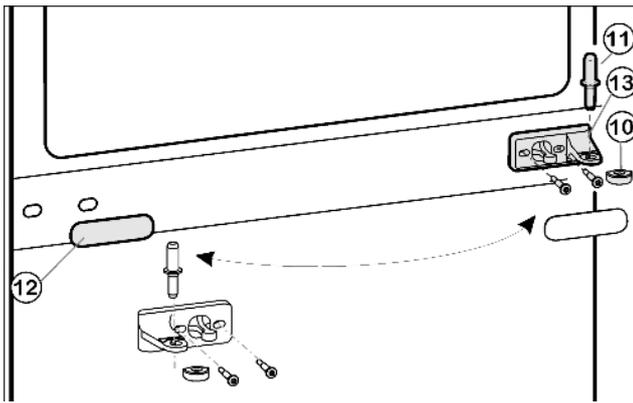
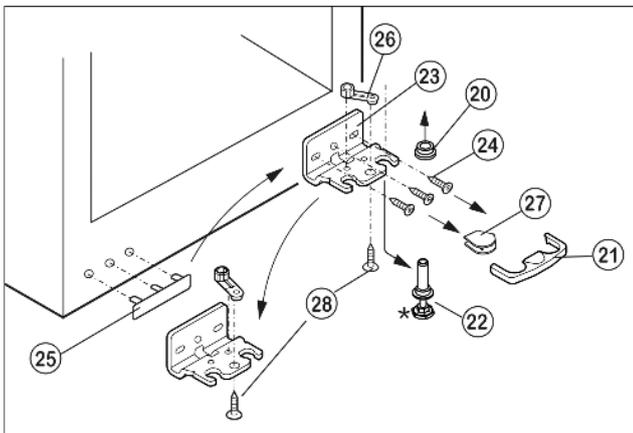

Fig. 5
Fig. 6
- Retirer le pivot d'appui central Fig. 5 (11) de sa charnière et de la porte inférieure.
- Retirer le capuchon en matière plastique Fig. 5 (10).
- Démontez la charnière du milieu Fig. 5 (13).
- ▶ Retirer avec précaution le panneau-cache Fig. 5 (12).
- ▶ Visser le support d'appui du milieu Fig. 5 (13), pivoté à 180°, sur le nouveau côté charnière avec un couple de serrage de 4 Nm.
- ▶ Faire encliqueter le panneau-cache Fig. 5 (12) tourné à 180° du nouveau côté de la poignée.
- ▶ Enlever le dispositif d'arrêt Fig. 6 (21) vers l'avant.
- ▶ Enlever le cache Fig. 6 (27) en bas.*
- ▶ Visser entièrement le pied réglable. Fig. 6 (22)
- ▶ Enlever le pivot Fig. 6 (22) vers le bas et vers l'avant. Ce faisant, respecter la douille de charnière Fig. 6 (20).
- ▶ Dévisser le support d'appui Fig. 6 (23) (3 x Torx 25) Fig. 6 (24).
- ▶ Dévisser l'élément pivotant Fig. 6 (26) (1 x vis Torx 25) Fig. 6 (28) et le replacer dans le logement opposé de la charnière, ensuite le revisser.
- ▶ Soulever le cache Fig. 6 (25) du côté poignée avec précaution et le déplacer.
- ▶ Revisser le support d'appui Fig. 6 (23) sur le nouveau côté charnière en utilisant une visseuse sans fil si nécessaire, avec un couple de serrage de 4 Nm.
- ▶ Mettre le cache Fig. 6 (27) sur le côté opposé.*
- ▶ Le dispositif d'arrêt (21) doit s'enclencher latéralement sur la charnière afin de protéger les pivots d'appui et la porte.
- ▶ Replacer le dispositif d'arrêt (21) sur la charnière.
- ▶ Remettre en place la douille de charnière Fig. 6 (20).
- ▶ Placer la porte supérieure par le haut sur le pivot d'appui inférieur Fig. 6 (22).
- ▶ Remettre le capuchon en plastique Fig. 5 (10) sur la charnière du milieu Fig. 5 (13).
- ▶ Placer le pivot du milieu Fig. 5 (11) sur le nouveau côté charnière à travers la charnière du milieu Fig. 5 (13) dans la porte inférieure.
- ▶ Placer la porte supérieure sur le pivot du milieu *Fig. 5 (11)*.
- ▶ Aligner éventuellement les portes par rapport aux deux trous oblongs du support d'appui inférieur *Fig. 6 (23)* et du support d'appui central *Fig. 5 (13)* pour qu'elle affleure avec l'habillage de l'appareil. Pour cela, dévisser les vis centrales du support d'appui inférieur *Fig. 6 (23)*.